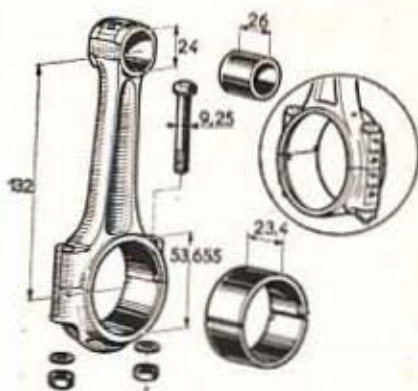

Fig. 33. — Cotes des bielles et repères
- Assembler les chapeaux correspondants en respectant les repères (fig. 33).